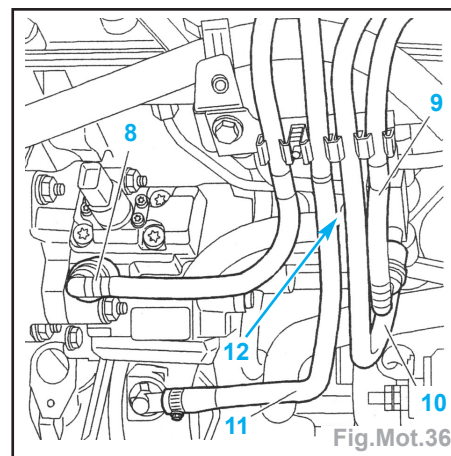

Fig.Mot.36
- Désaccoupler les tubes (8, 9 et 10), et les obturer (Fig.Mot.36).